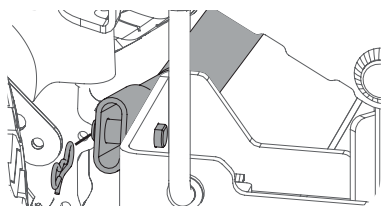

Figura 50
- Extraiga el pasador de chaveta con unión curva que está del lado derecho de la barra, que conecta la barra con el soporte de la plataforma. Consulte la Figura 50.